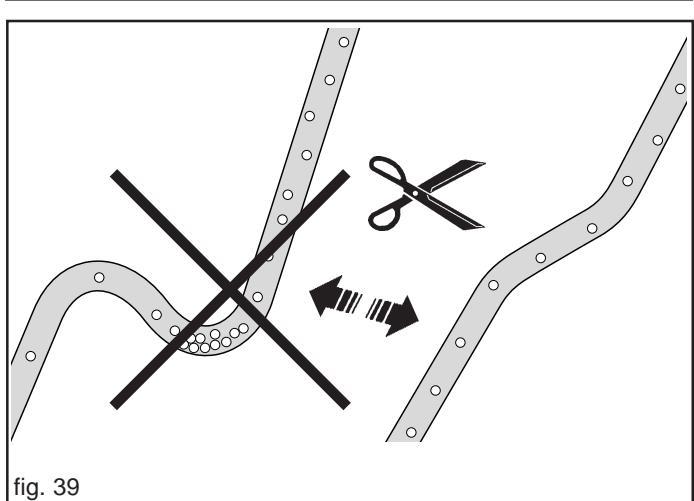
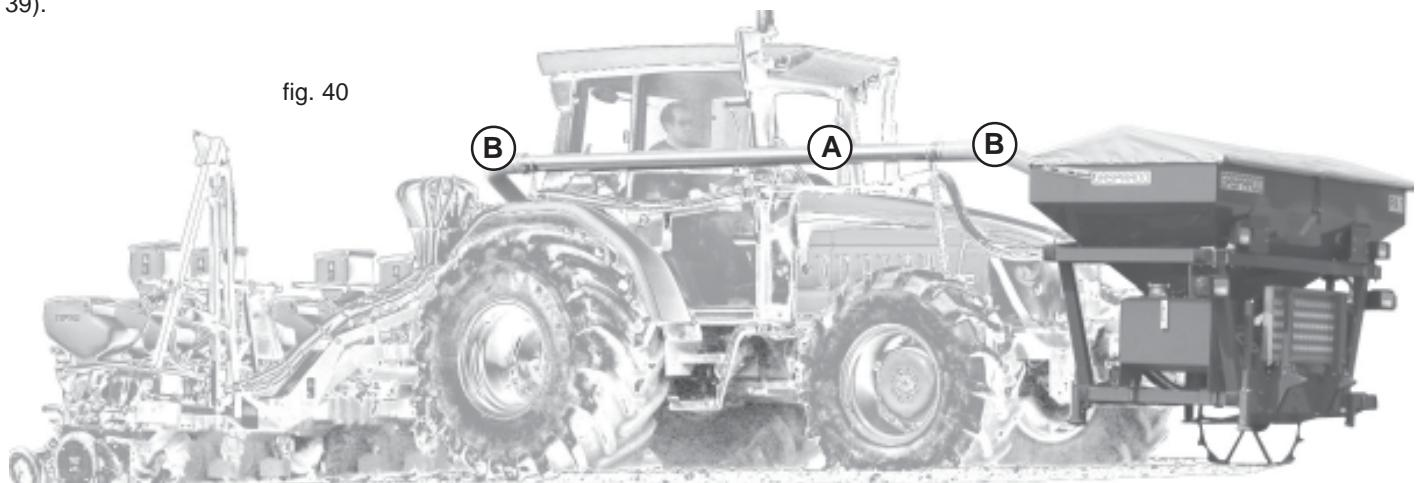

fig. 39
fig. 40
- 3) Die Länge der Gerät-treuschläuche kontrollieren: Bei der Arbeit muß vermieden werden, daß sich Krümmungen und Biegungen bilden, da diese zum Brechen der Schläuche führen können. Eventuell ist die Länge der Schläuche gemäß Abbildung 39 den Arbeitsbedingungen anzupassen.
Der Hersteller liefert ein biegsteifes Rohr mit Ø 150 mm zur Befestigung am Schlepper (A, Abb. 40). Beide Enden des Rohrs mit dem Kunststoffschlauch (B, Abb. 40) an die im Heck- bzw. Frontanbau befestigten Geräte anschließen. Darauf achten, daß sich keine Schlaufen bilden und der Schlauch nicht abknickt (Abb. 39).